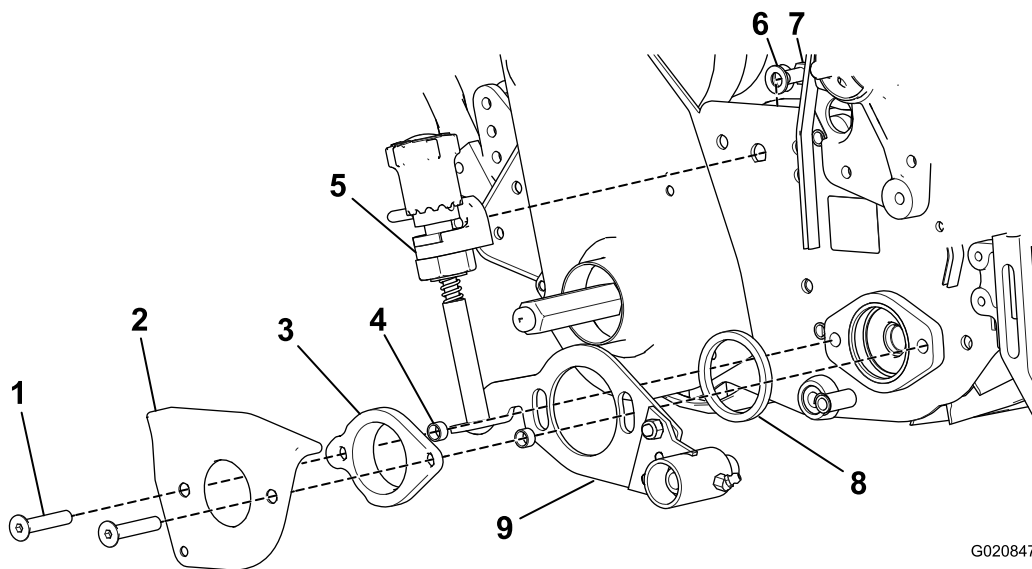

Figure 19
6. Déposez le couvercle du bras de groomer (Figure 19) ; conservez les vis à tête plate et mettez au rebut les entretoises situées sous le couvercle.
8. Retirez la rondelle bombée et le boulon ($\frac{3}{8} \times \frac{5}{8}$ ") du bloc de montage du bouton de réglage (Figure 19).
9. Insérez une bague adaptatrice dans le boîtier de roulement de cylindre (Figure 19).
10. Insérez les 2 vis à tête plate ($\frac{3}{8} \times 2$ ") dans le couvercle du bras de groomer et l'adaptateur de roulement, et poussez une entretoise sur chaque vis (Figure 19).
plaque de groomer sur le boîtier de roulement de cylindre, en glissant l'adaptateur dans la douille en bronze de la plaque du groomer et dans le boîtier de roulement du cylindre (Figure 19).
13. Fixez le bloc de montage du bouton de réglage du groomer sur la plaque latérale droite avec le boulon ($\frac{3}{8} \times \frac{5}{8}$ ") et la rondelle bombée que vous avez retirés précédemment (Figure 19).